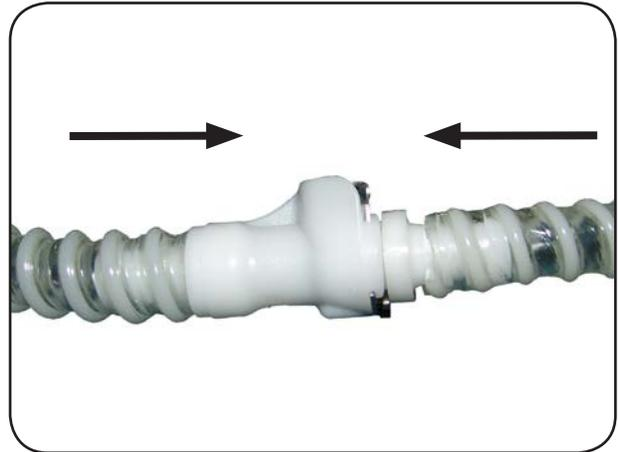

Abbildung 16
12. Wenn die optimale Druckeinstellung erreicht ist, achten Sie darauf, dass die 3 statischen Kopfzellen jetzt den maximalen Druck haben (siehe Kapitel 7.6 **Statische Kopfzellen**). Daher verringern Sie den Druck der 3 statischen Kopfzellen durch kurzeitiges Öffnen des CPR-Ventils (siehe Abbildung 16) bis sie ungefähr dem Druck der befüllten Zellen, die in den Wechseldruckzyklus mit eingebunden sind, entsprechen.
2. Stecken Sie sofort die beiden Enden der Versorgungsschläuche ineinander, bis sie hörbar einrasten (siehe Abbildung 16).
3. Stecken Sie sofort die beiden Enden der Versorgungsschläuche ineinander, bis sie hörbar einrasten (siehe Abbildung 16).
CPR-Ventil ist offen	Schließen Sie das CPR-Ventil (Abbildung 16).